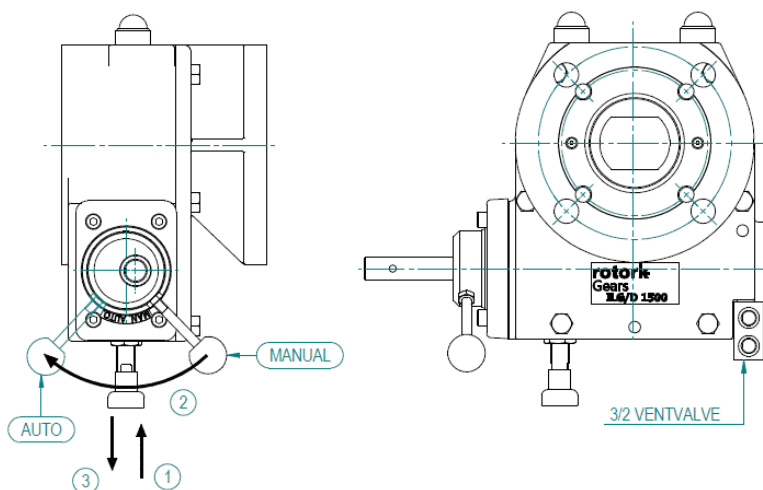

Figura 8: reductor ILG/D
2. Antes de que opere de forma manual, el reductor debe ser puesto en el modo manual. Para ello, consulte la figura 8 y siga los siguientes puntos:
- i. Tire del mando hacia afuera (3). Asegúrese de que en mando se ha quedado en esta posición.
- ii. Gire la manivela en contra del sentido de las agujas del reloj (2) y suelte el mando. Continúe girando la manivela hasta que el mando vuelva a colocarse en su posición de cierre (1).